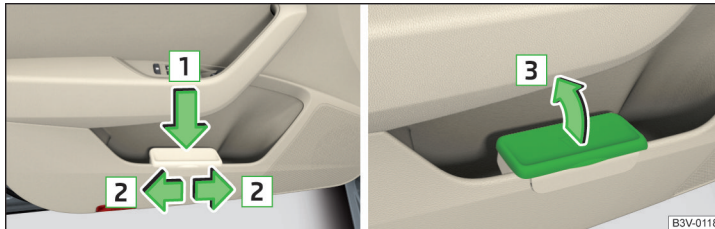

Abb. 94 Abfallbehälter: einsetzen und verschieben / öffnen
- › Den Abfallbehälter im hinteren Bereich in Pfeilrichtung **[1]** » Abb. 94 eindrücken.
- › Den Abfallbehälter entgegen der Pfeilrichtung **[1]** » Abb. 94 herausnehmen.
- › Den Deckel in Pfeilrichtung **[3]** » Abb. 94 anheben.